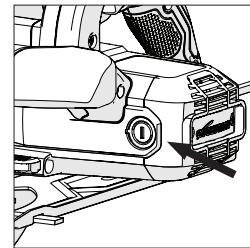

Fig. 17
- Désvissez les bouchons en plastique à l'arrière du carter moteur. (**Fig. 17**) Faites attention car les bouchons sont vissés sur ressorts.